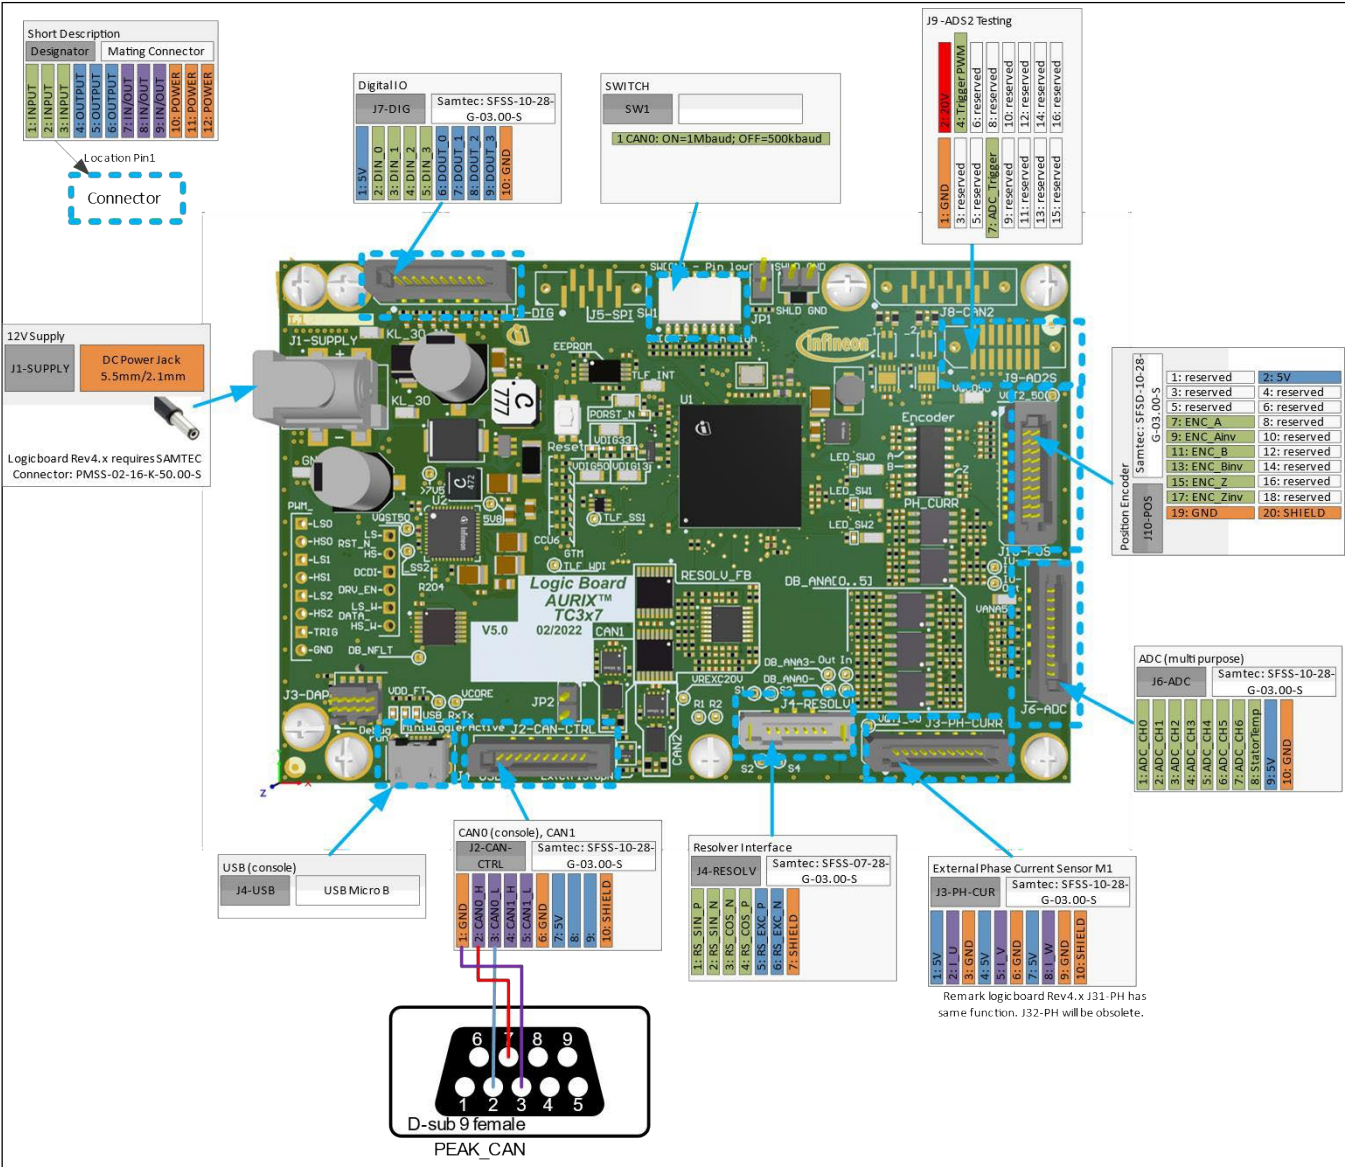

图 4 逻辑板 LB5.x 的连接器
建议通过 CAN 总线通信与评估套件逻辑板进行通信。已使用 PEAK CAN 卡对该评估套件的通信功能进行测试，其他产品也可能适用。正确的接线方式如图 4 所示。请确保计算机操作系统已安装相应的设备驱动程序。<https://www.peak-system.com/>
**故障排查提示 2：**在 ONEEYE 工具中进入 Configuration/Communication。检查 CAN 卡是否已被检测到，以及波特率设置是否正确。请检查 DIP 开关 1（见图 4）是否与通信波特率匹配。点击 reconnect。断电重启电路板，检查 SHELL 是否报告通信状态。